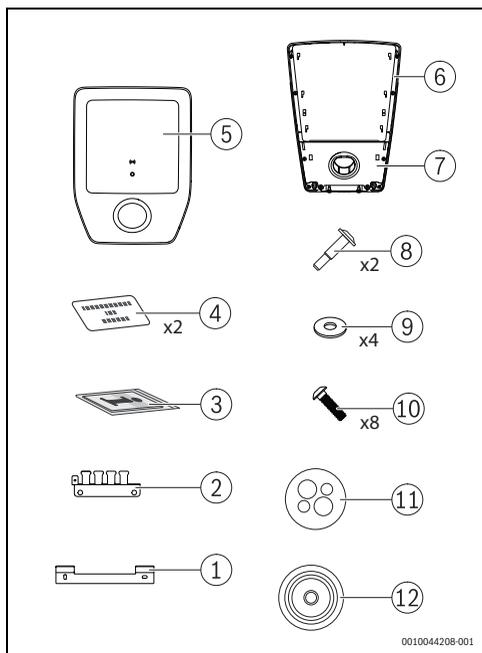

Fig. 193 Contenu de la livraison
- Retirer avec précaution le cache [5] et le capuchon avec le support de connecteur [7] du Power Charge 7000i (→ Fig. 193, page 192).